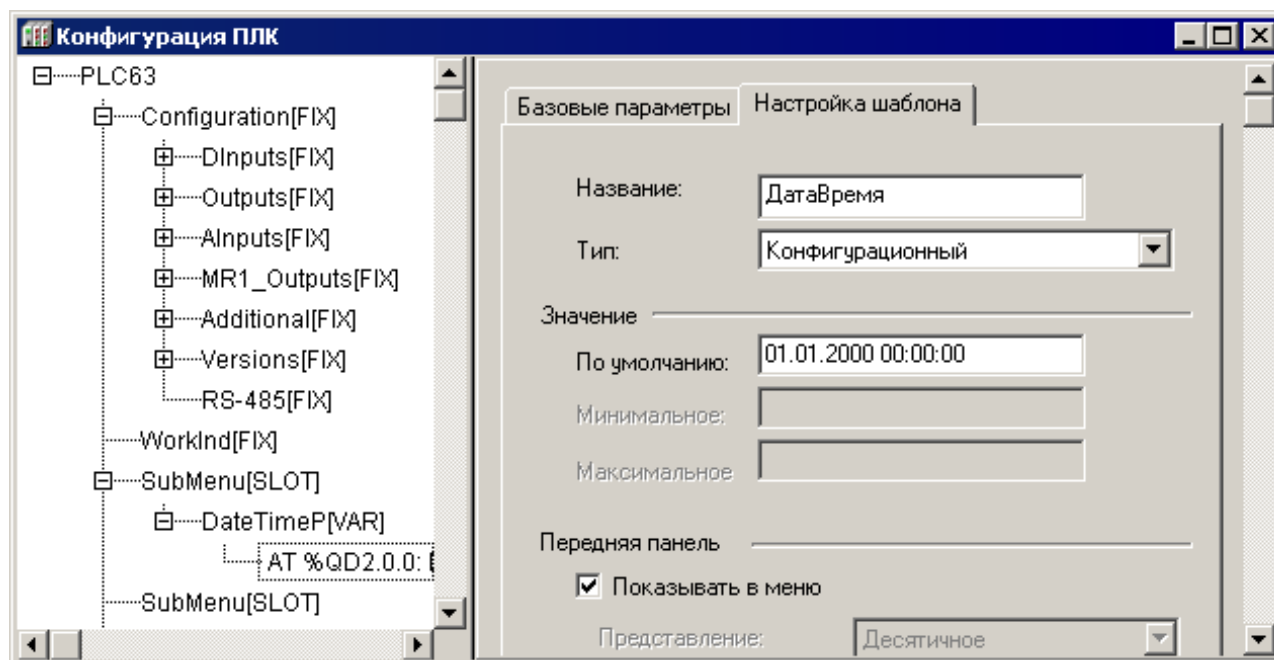

Рисунок 7.23 – Формат значения параметра «DateP»
- «**DateTimeP**» – подэлемент, содержащий дату и время; имеет канал типа DWord, в котором хранится значение времени и даты в специальном формате. Значение параметра задается в формате ДД.ММ.ГГГГ ЧЧ:ММ:СС, см. рисунок 7.23. Максимальное и минимальное значение для данного параметра не устанавливается. Для преобразования данных подэлемента «DateTimeP» в стандартный формат используется специальная функция «DT_TO_SystemTimeDate» из библиотеки «Owen_fb», которая возвращает указатель на структуру «SystemTimeDate» из библиотеки «SYSLIBTIME». Для обратного